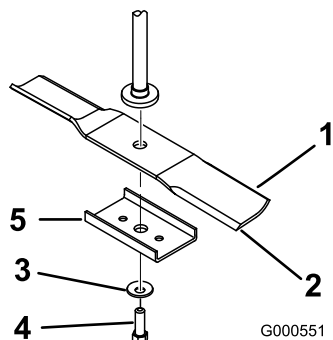

Figure 54
Tenez la lame à son extrémité avec un chiffon ou un gant épais. Enlevez de l'axe, le boulon, la rondelle bombée, le renfort et la lame (Figure 54).
- Montez le renfort, la rondelle bombée (face concave vers la lame) et le boulon de lame (Figure 54).
- Placez la lame sur l'axe (Figure 54).